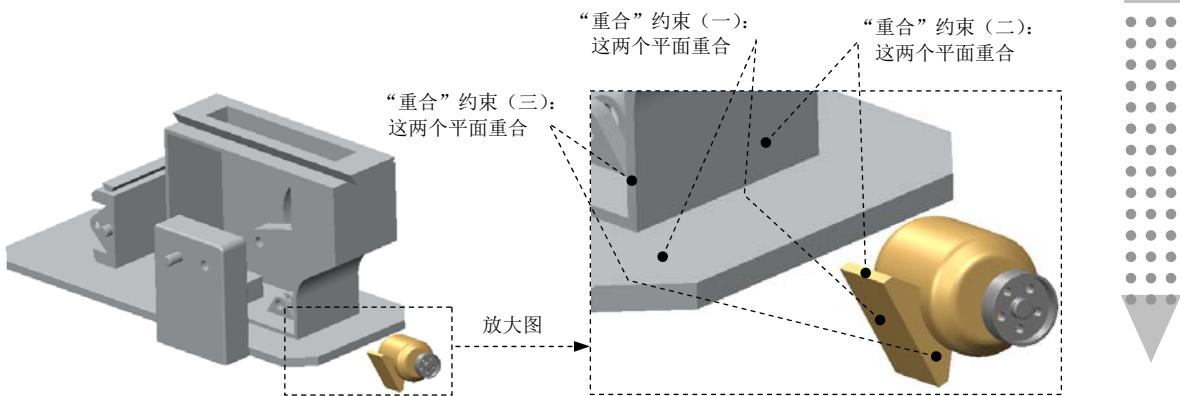
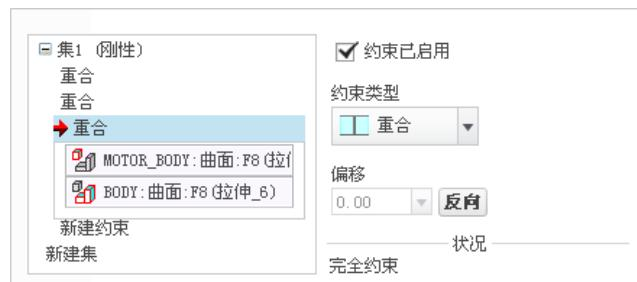

图 9.6.14 创建刚性 (Rigid) 连接
图9.6.17 放置界面
Step3. 引入电动机子组件 motor_asm.asm，并将其调整到图 9.6.14 所示的位置。
- (1) 在连接列表中选取 **刚性** 选项，此时系统弹出“元件放置”操控板，单击操控板菜单中的 **放置** 选项卡。
- (2) 定义“重合”约束 (一)。在 **约束类型** 下拉列表中选择 **重合** 选项，选取图 9.6.14 所示的两个平面为“重合”约束 (一) 的参考，此时 **放置** 界面如图 9.6.15 所示。
- (3) 定义“重合”约束 (二)。在 **放置** 界面中单击 **新建约束**，在 **约束类型** 下拉列表中选择 **重合** 选项，选取图 9.6.14 中的两个平面为“重合”约束 (二) 的参考，此时 **放置** 界面如图 9.6.16 所示。
(4) 定义“重合”约束(三)。参考步骤(3)选取图9.6.14中的两个平面为“重合”约束(三)的参考,此时**放置**界面如图9.6.17所示。